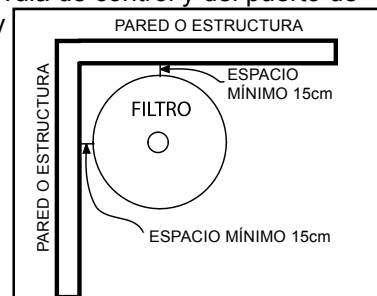

Figura 1.
3. Respete espacio suficiente alrededor del filtro para permitir la confirmación visual de la correcta instalación de la abrazadera; consulte la Figura 1.